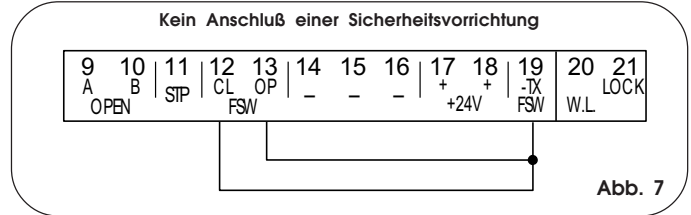

Abb. 7
**Anmerkung:** werden keine Sicherheitsvorrichtungen beim Schließvorgang angeschlossen, so sind die Klemmen CL und -TX FSW mit Überbrückungsklemmen zu versehen (Abb. 7).
**Anmerkung:** werden keine Sicherheitsvorrichtungen beim Öffnungsvorgang angeschlossen, so sind die Klemmen **OP** und **-TX FSW** mit Überbrückungsklemmen zu versehen (Abb. 7).